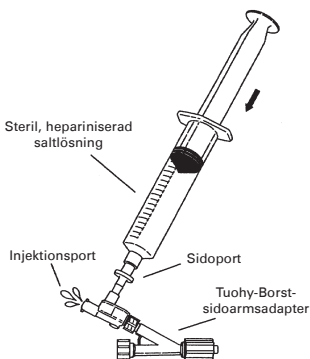

Fig. 2
4. Anslut dubbelspärventilen till den genomskinliga Tuohy-Borst-adaptorn. Tuohy-Borst-ventilen skall vara helt stängd. Anslut en 20 ml-spruta fylld med hepariniserad saltlösning till dubbelspärventiladaptorns sidoport och töm långsamt injektionsporten på luft. (**Fig. 2**)